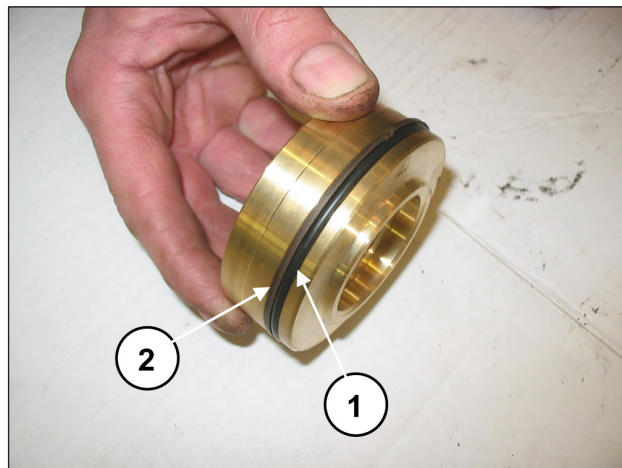

Fig. 131
Montare O-ring, pos. esploso n. 17 (pos. ①, Fig. 131) e anello antiestrusione, pos. esploso n. 21 (pos. ②, Fig. 131) sul tappo valvola di mandata.